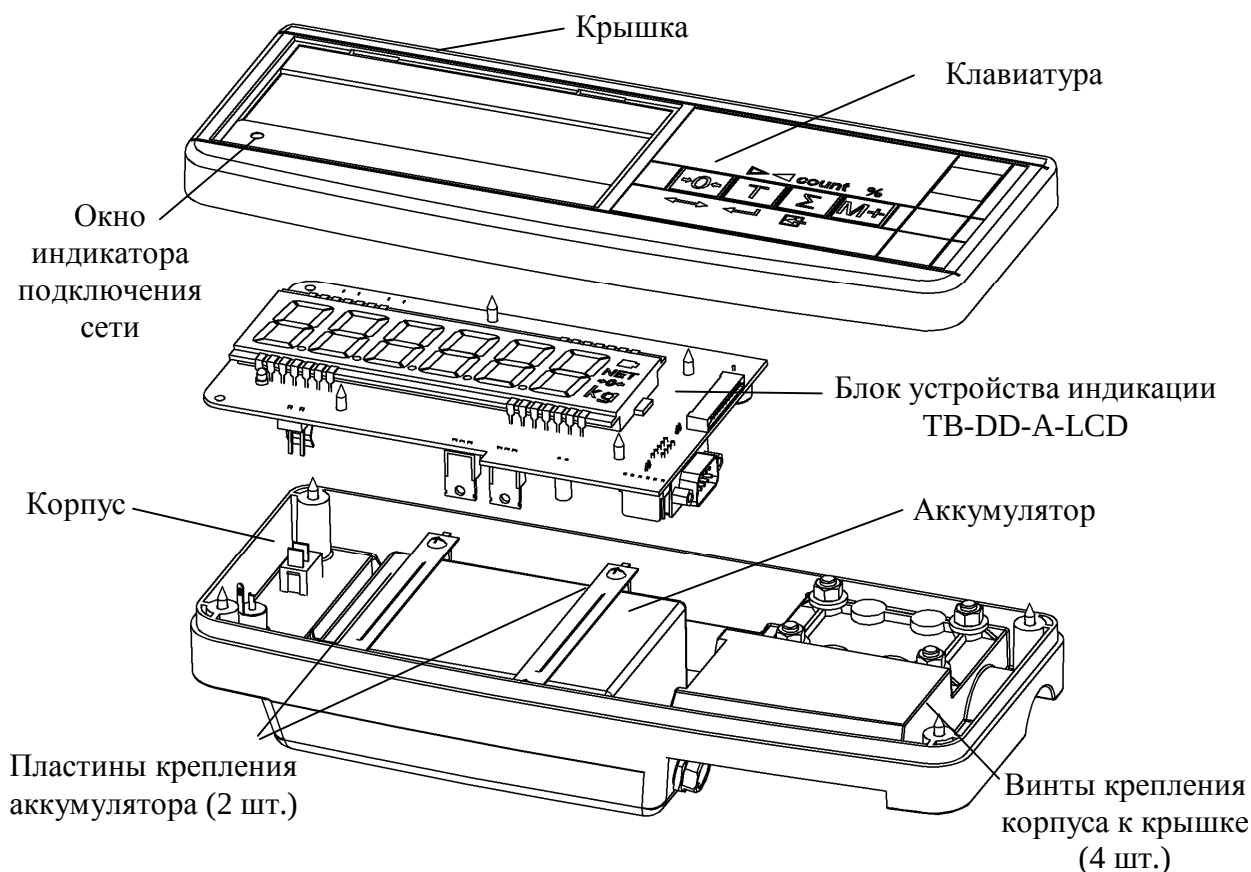

Рис. 5.1 - Устройство индикации TB-DD-A-LCD (сборка)
5.4.3 Отвинтить четыре винта крепления корпуса к крышке (см. рис. 5.1 и 5.2).